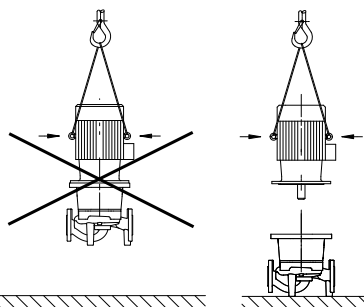

Fig. 20: Transport av motor
- **Använd motors lyftöglor endast för att lyfta motors vikt, inte för hela pumpen (fig. 20).**